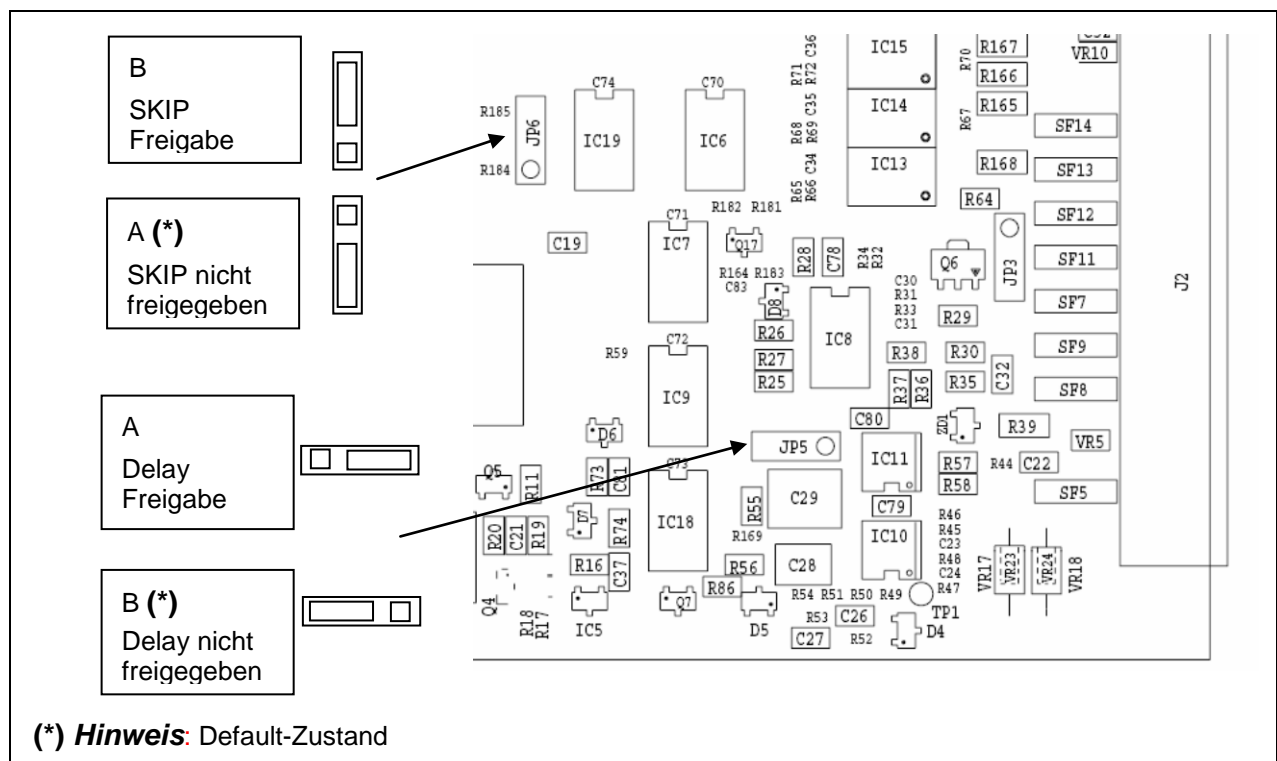

Abbildung 5-15. Probe Output: Auswahl des Betriebsmodus Normal, Skip und Delay.
P.O. (Probe Output) kann anhand von Überbrückungen an den Steckverbindern **JP5-JP6**, an der gedruckten Schaltung der Schnittstelle (siehe Abbildung 5-15) vorhanden, im normalen Modus, mit Delay- oder mit Skip-Funktion verwendet werden.
Die vier seitlichen Schrauben entfernen, das Gehäuse für den Zugang an der gedruckten Schaltung aufmachen und die Steckverbinder gemäß Abbildung 5-15. positionieren.